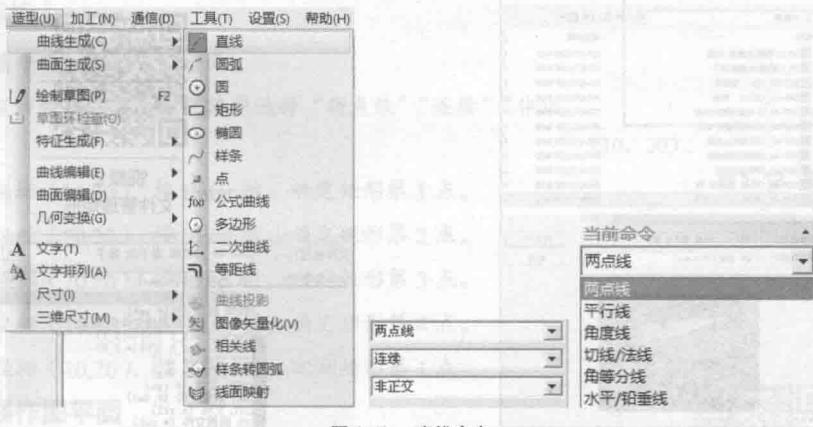

图 1-7 直线命令
下面通过应用曲线生成菜单中的直线命令来熟悉菜单命令的使用。直线命令如图 1-7 所示。
① 选择【造型】/【曲线生成】/【直线】命令，或在曲线生成栏中单击 按钮，在绘图区左侧出现直线命令的立即菜单，如图 1-7 所示。
② 设置立即菜单中相应选项的内容。
③ 开始使用该命令绘制或者编辑图形。